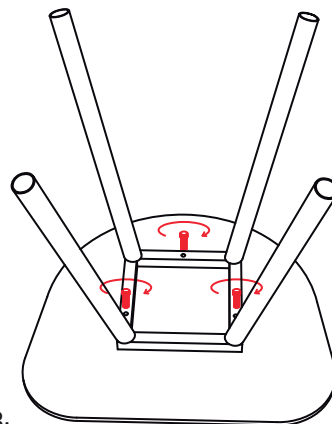

figura 3.
3. Asegure la estructura (patas) al asiento con los tornillos Bristol de 1/4" girándolos en sentido de las manecillas del reloj (ver figura 3)